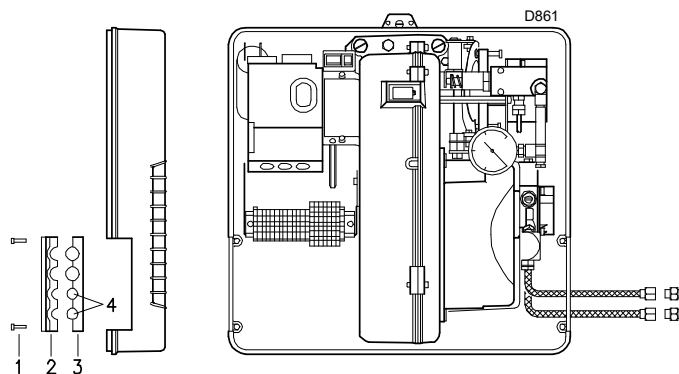

Fig. 19
- Far passare i tubi flessibili attraverso i fori della piastrina, preferibilmente di destra (Fig. 19);